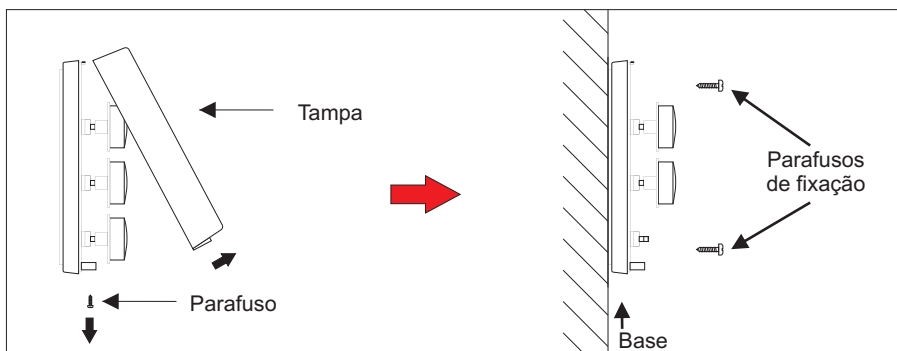

Figura 3
- Fixe a base na superfície escolhida através de 2 parafusos (Figura 3);